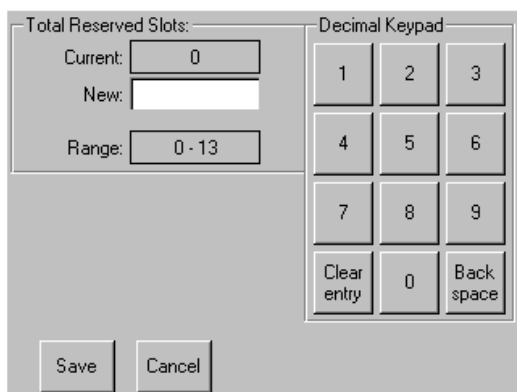

Figure 29 Écran du pavé numérique des bacs réservés
3. Touchez la case en regard de l'option **Total Reserved Slots** (Bacs réservés) (reportez-vous à la Figure 29).